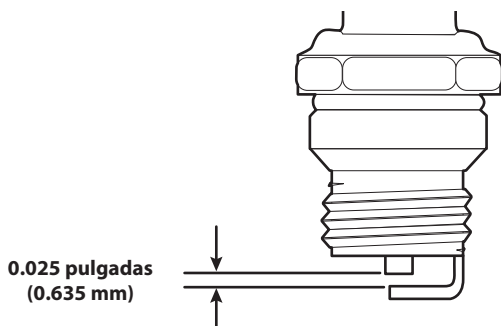

Fig. 15
4. Use un calibrador de separación para ajustar una separación de aire de **0.025 pulgadas (0.635 mm)** (Fig. 15).